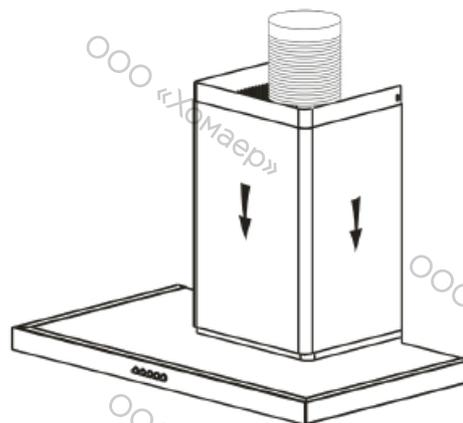

рис. 7
- Установите на вытяжку 2 короба (рис. 7).
- Установите на вытяжку короб из 2 частей (рис. 7).